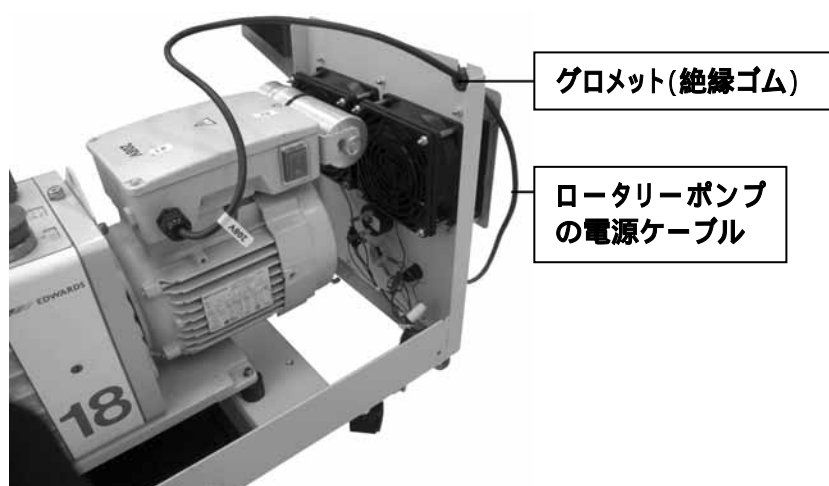

図5 ロータリーポンプの電源ケーブルの取り付け
8. フレーム上部の溝に電源ケーブルにグロメット(絶縁ゴム)をセットし元に戻します。図5を参照してください。